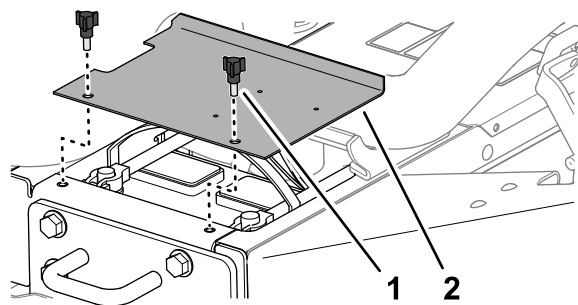

Рисунок 54
1. Отпустите защелки на левой и правой сторонах капота (Рисунок 54).